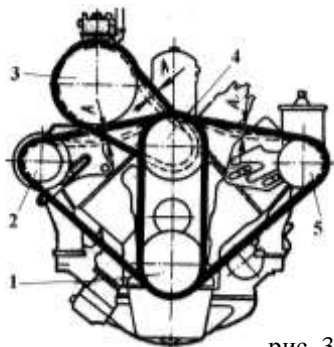

рис. 3
9. Якою цифрою позначений на рис. 3 шків водяного насоса?